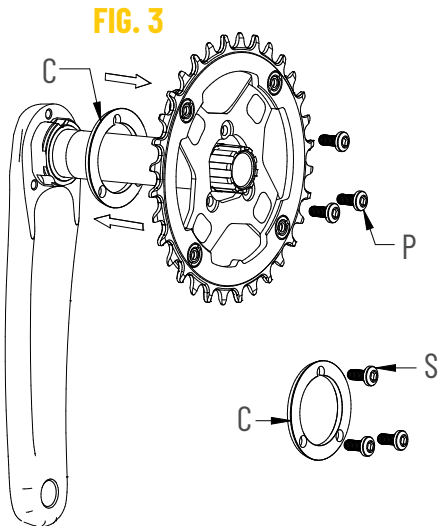

FIG. 3
- Mediante l'utilizzo di una chiave torx, svitare in senso antiorario le viti di fissaggio spider (P) presenti sul retro della pedivella (Fig. 3).
- Inserire sul supporto quadro della pedivella la rondella di trasformazione (C) fornita in dotazione all'interno della confezione della guarnitura.
- Posizionare lo spider con relativo ingranaggio sulla pedivella, appoggiandolo sulla rondella (C).
- Fissare la rondella e il relativo spider utilizzando le viti torx M5x12 (S) presenti nella confezione della guarnitura.
- Chiudere le tre viti di fissaggio spider (S) con chiave torx in senso orario ad una coppia di chiusura di 10Nm.
- Using a torx wrench, unscrew the spider fixing screws (P) counterclockwise on the back of the pedal crank (Fig. 3).
- Insert the conversion washer (C) supplied within the crankset package
- Position the spider with its gear on the pedal crank, resting it on the washer (C).
- Secure the washer and the related spider using the M5x12 torx screws (S) in the packaging of the crankset.
- Tighten the three spider fixing screws (S) with a torx wrench clockwise at a torque of 10Nm.